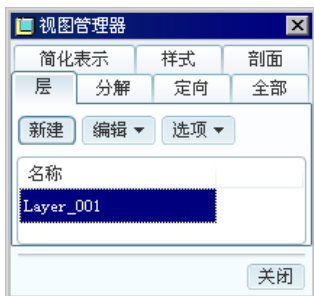

图 9.6.2 “视图管理器”对话框
Step3. 选择下拉菜单   命令，此时系统弹出图 9.6.2 所示的“视图管理器”对话框，在对话框的  选项卡中单击  按钮，输入层视图名称为